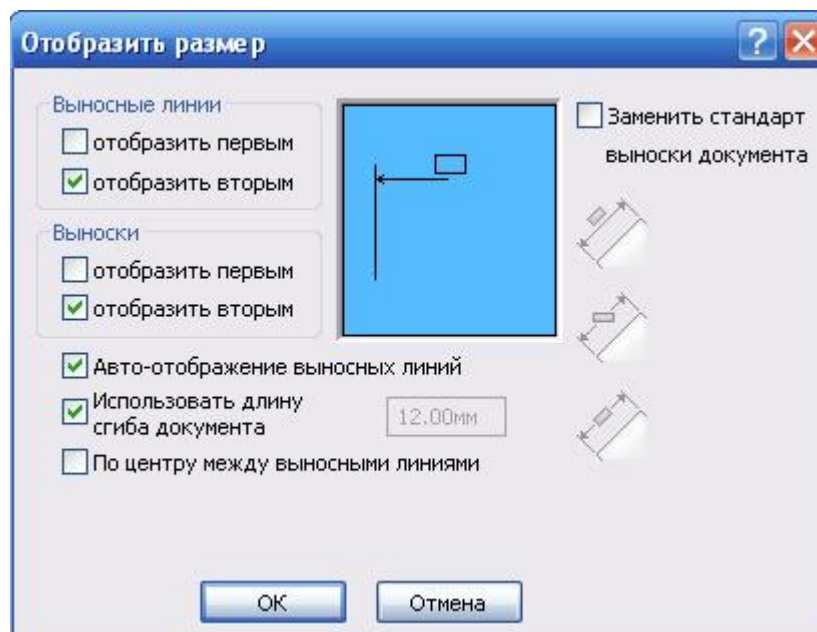

Рис. 12
- нажмите в диалоговом окне **Свойства размера** кнопку **Отобразить**  - откроется диалоговое окно **Отобразить размер** (рис. 12);